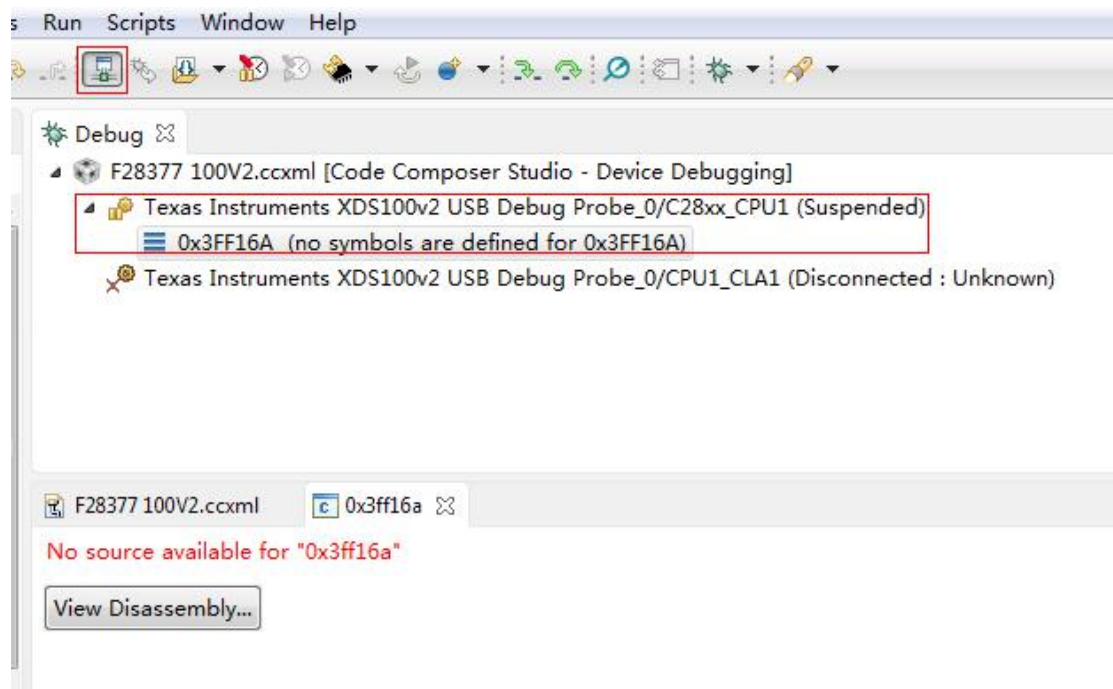

图 3-22-1 连接界面
- (1) 首先将 CCS6.1 开发环境打开;
- (2) 接着把仿真器的 USB 与电脑进行连接, 将仿真器的另一端 JATG 端插到 YX-F28377 开发板的 JATG 针处 (注意仿真器插入方向, 请仔细核对防差错针的位置);
- (3) 连接目标板, 出现如下图 3-22-1 则表示连接成功;